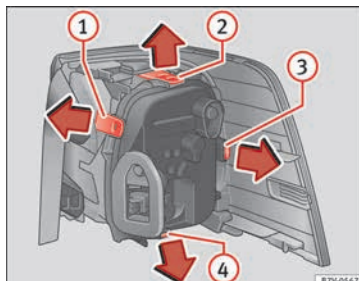

Fig. 115 Luz trasera en la carrocería: desmontar el portalámparas. ① a ④: lengüetas de bloqueo.
8.	Para desbloquear el portalámparas, presione las lengüetas de bloqueo » fig. 115 ① a ④ en el sentido de la flecha.